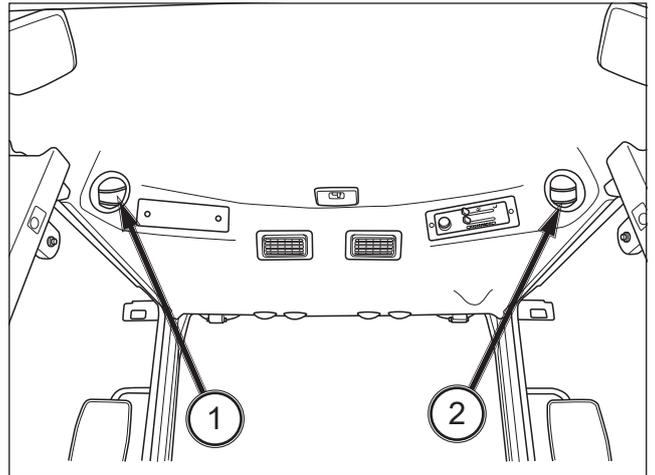

FIG. 141
FIG. 141: Ventilaciones de aire laterales: 2 ventilaciones, 1 en la izquierda (1) y 1 en la derecha (2) de la cabina, chorro de aire hacia los lados del operador. Cada ventilación se mueve para que la dirección del flujo de aire se pueda cambiar.